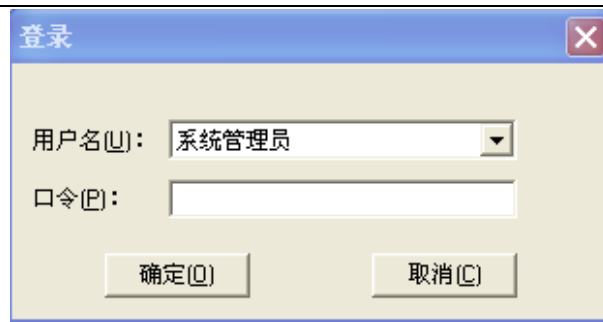

图 10-7 用户登录对话框
4、单击“文件”菜单中的“切换到 VIEW”命令，进入运行系统，运行“监控中心”画面。在运行环境界面中单击“特殊”菜单中的“登录开”命令，弹出“登录”对话框，如图 10-7 所示。